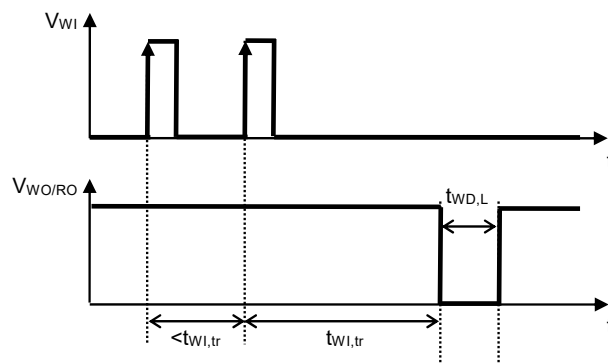

图9 看门狗触发时间
- *1. 看门狗定时器进行超时检测后，WO / RO端子保持 "L" 的时间 (参阅图9)。此值可以通过 C_{DLY} 的电容值进行更改。
*2. 从看门狗定时器开始进行触发信号检测后，到检测出超时，并且WO / RO端子输出变化为 "L" 为止的时间 (参阅图9)。此值可以通过 C_{DLY} 的电容值进行更改。